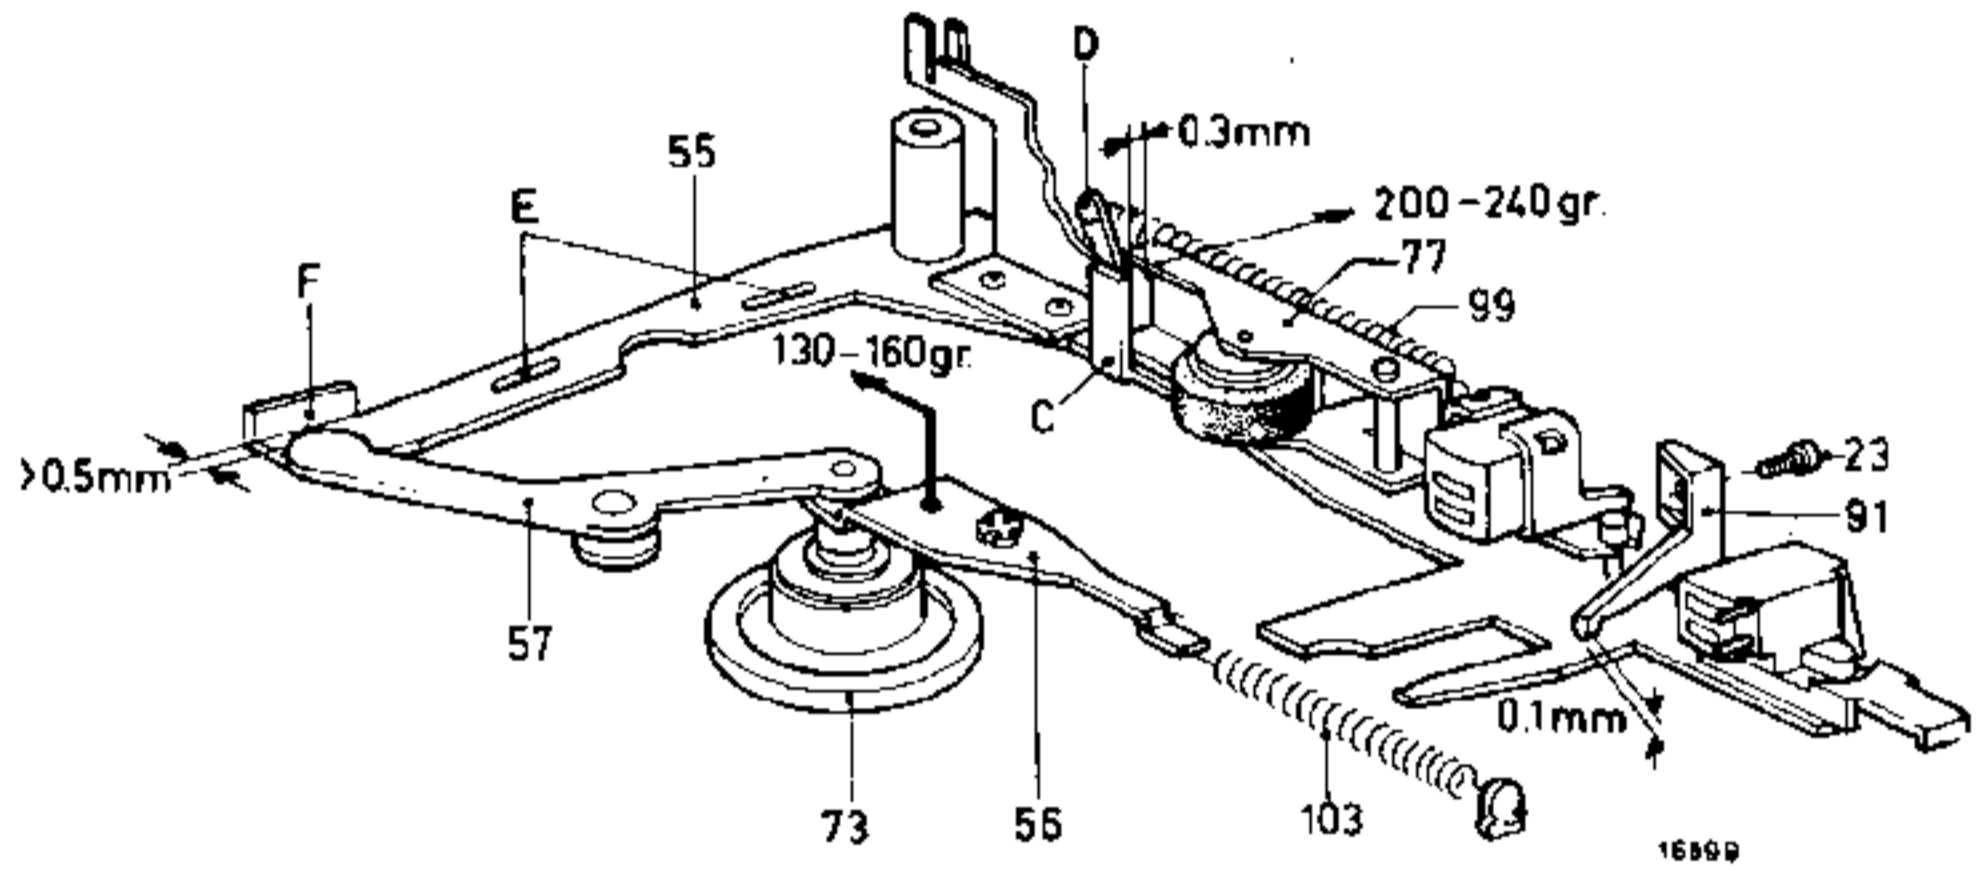

Fig. 16
5. Drukrolhefboom 77 (zie fig. 16)
6. Slipkoppeling 73 (zie fig. 16)